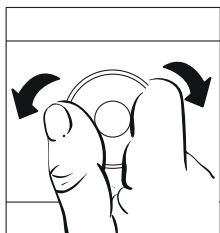

Fig.10
**Nota:** Gire la perilla (ver Fig.10) para visualizar los íconos en el panel.